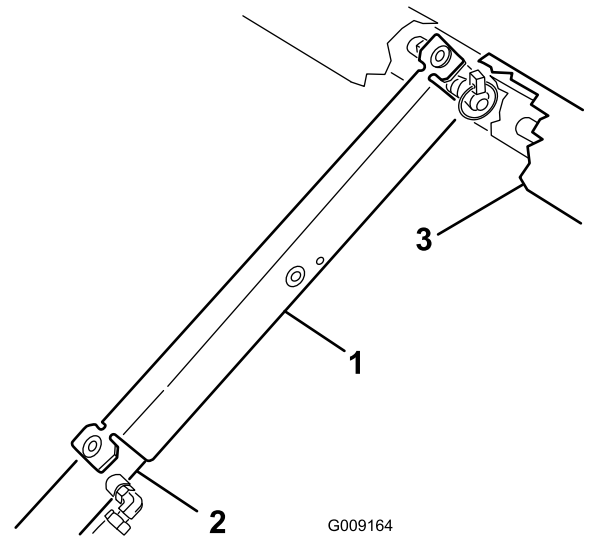

图13
3. 将货斗支架推入油缸杆并确保支架端凸耳靠在油缸筒和油缸杆头上图13。